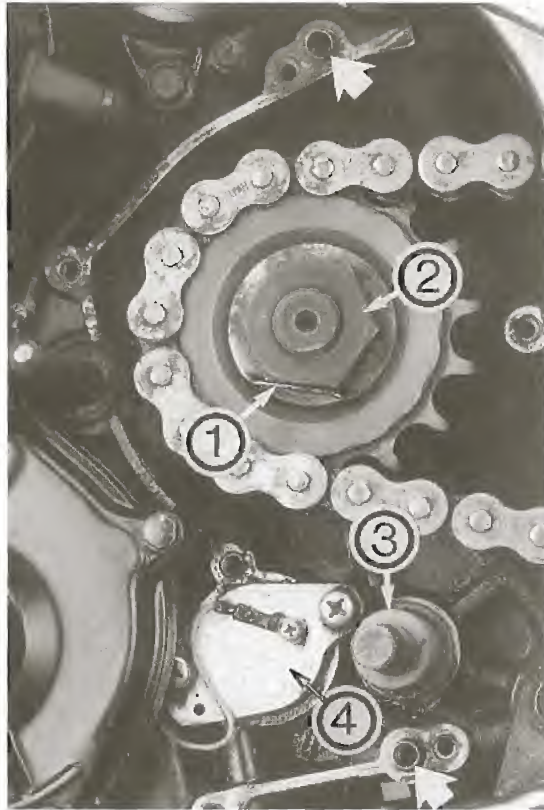

Bild 127
- Ritzelabdeckung demontieren (Bild 91) und Sicherungsblech ① Bild 127 flachbiegen. Ritzelmutter ② lösen (gegebenenfalls Hinterrad mit Bremse blockieren) und Ritzel mit Kette von Welle abziehen.